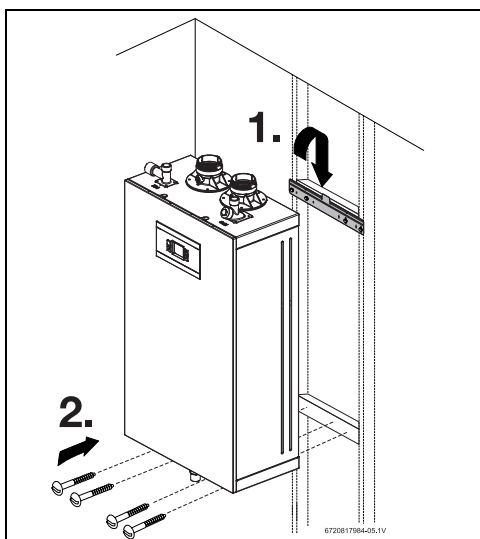

Fig. 9 Montage du chauffe-eau
- ▶ Accrocher l'appareil sur le support, voir fig. 9.